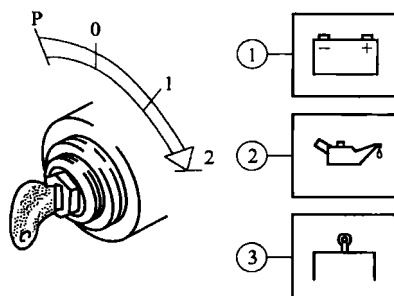

图 1-7 柴油机起动开关位置
- ① 检查蓄电池和蓄电池连接电缆。
- ② 带火焰预热塞起动时,不允许用任何其他的辅助起动方法(例如:起动液)。
- ③ 绝对不要在拆掉调速器的情况下起动柴油机。
- ① 分离离合器使驱动设备与柴油机脱开。
- ② 用手柄或脚踏板将油门手柄移至中速位置。
- ③ 插入钥匙,如图 1-7 所示,顺时针转动钥匙至 1 位,此时充电指示灯 1、油压指示灯 2 和预热指示灯 3 亮。继续顺时针转动钥匙至 2 位此时起动机开始工作。
④ 柴油机一着车立即松开钥匙,此时油压和充电指示灯灭(常温起动)。
⑤ 火焰预热塞系统工作如下(当温度低于 0℃ 时应当使用火焰预热塞预热,这可在温度较低但不需要起动辅助装置的温度下使起动容易):